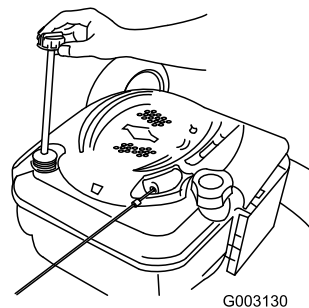

Figura 37
2. Togliete l'asta di livello (Figura 37).